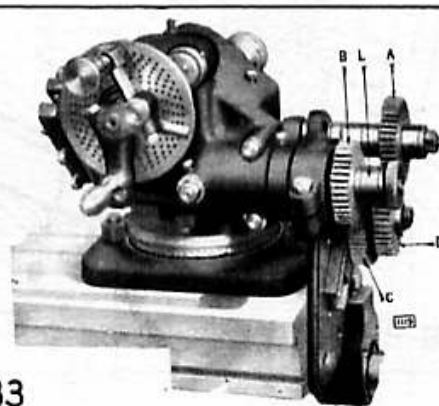

fig. 33
*Diviseur universel.* — On nomme ainsi un appareil dont la broche peut pivoter autour d'un axe horizontal ou vertical et dont la rotation continue peut être obtenue mécaniquement par l'intermédiaire d'un train d'engrenages (fig. 33).